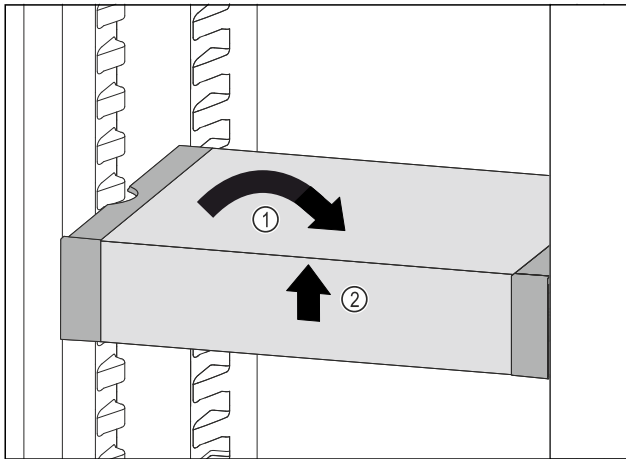

Fig. 64
- ▶ VarioSafe gerade stellen. Fig. 64 (1)
- ▶ VarioSafe vorne anheben. Fig. 64 (2)